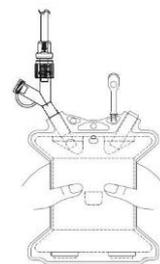

図 7
1. ポンプ (フラップ型) を指ではさみ、中央部を音がするまで強く押す。(図 7)